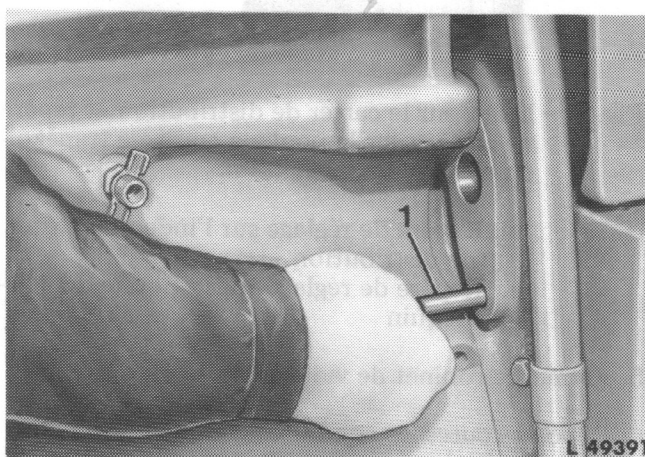

Fig. 8 — Utilisation de la vis de réglage pour régler au PMH
Faire tourner le vilebrequin, vu du radiateur, dans le sens d'horloge jusqu'à ce que le piston n° 1 (côté radiateur) soit presque au point mort haut (PMH) de sa course de compression. Placer la vis de réglage dans le perçage du carter de volant (voir fig. 8) et l'introduire dans l'orifice du volant, dès que celui-ci se trouve exactement au PMH, lorsqu'on continue à faire tourner le vilebrequin.
1. Placer à nouveau le piston n° 1 à son PMH de la course de compression et introduire la vis de réglage dans le perçage du carter de volant et dans celui du volant (voir fig. 8).